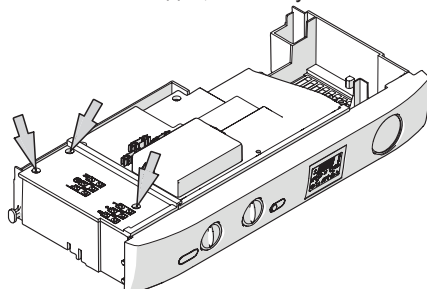

Рисунок 5.22
- Открутите винты и снимите крышку клеммной колодки, см. Рисунок 5.22.